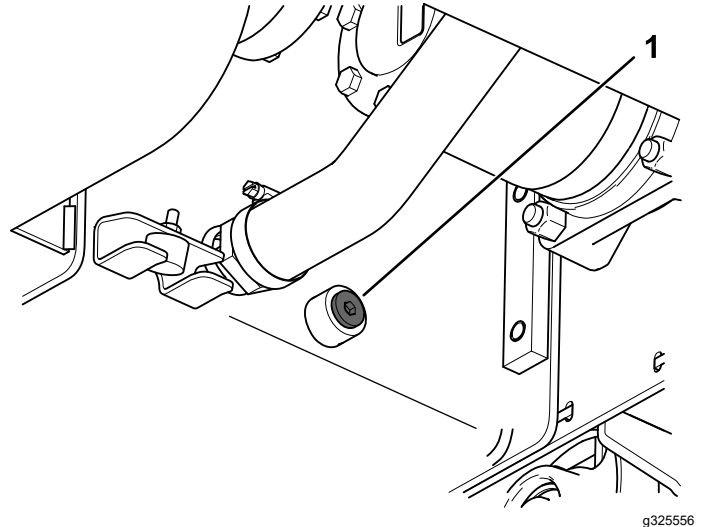

Bild 63
9. Entfernen Sie die Ablassschraube am Hydraulikbehälter und lassen das Hydrauliköl in die Auffangwanne ab (Bild 63).
- A. Entfernen Sie die beiden Schrauben und die Muttern, mit denen der Fräsbaum am Grabarm befestigt ist (Bild 63).